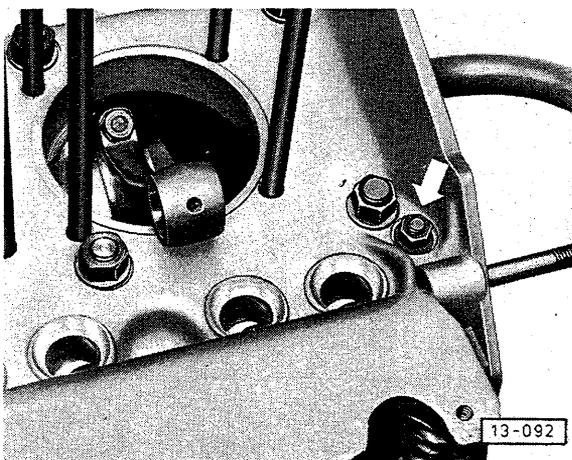

Fig. 11 Assemblage des demi-carters
2) Lors de l'assemblage des demi-carter, bloquer d'abord l'écrou M 8 placé à côté du goujon M 12 du coussinet 1 de vilebrequin (fig. 11). Bloquer seulement alors les écrous M 12. Bloquer ensuite tous les autres écrous M 8.